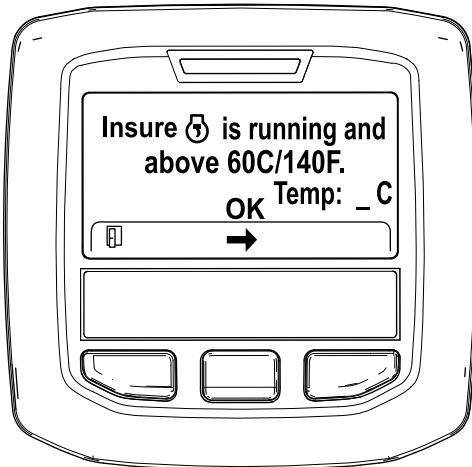

Figura 46
- Se a temperatura do líquido de refrigeração for inferior a 60°C, surge a mensagem “Insure is running and above 60°C/140°F” (Confirme que está a trabalhar e acima de 60°C/140°F) (Figura 46).